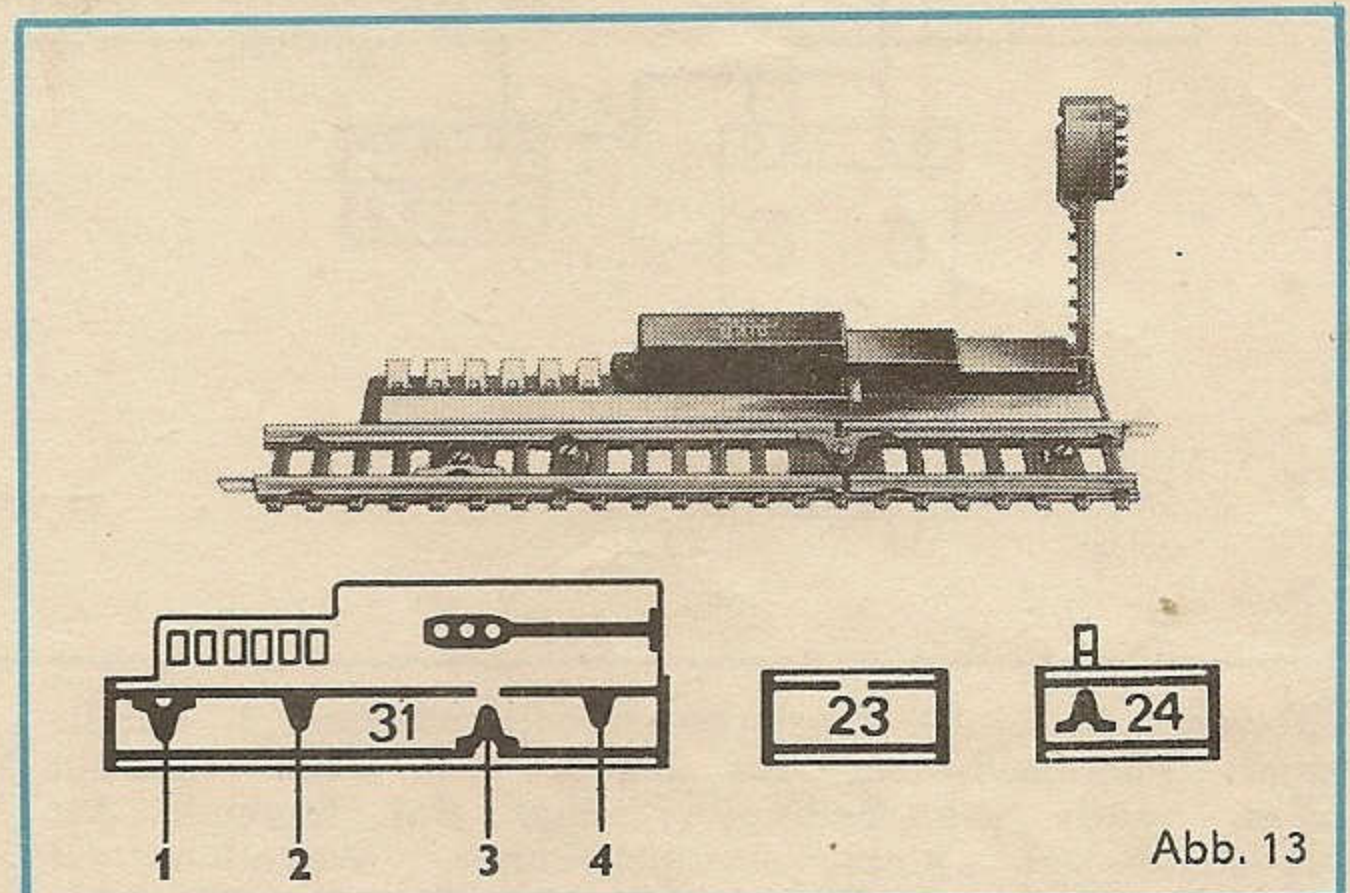

Abb. 13
Das PIKO-Blocksignal ist ein vereinfachtes Lichtsignal mit den Signalbegriffen „Halt“ (rot) und „Fahrt frei mit Geschwindigkeitsbegrenzung“ (grün-gelb). Durch Herausnehmen des gelben Glühlämpchens ist es möglich, den Signalbegriff „Fahrt frei“ (grün) — ohne Geschwindigkeitsbegrenzung — darzustellen. Das PIKO-Blocksignal besteht aus dem eigentlichen Lichtsignal, dem Doppelspulenantrieb und einem $\frac{1}{2}$ geraden Gleisstück. Mit dem PIKO-Blocksignal kann man einfach und unkompliziert eine Blockstrecke mit automatischen Zugbetrieb aufbauen und schließlich eine komplette Modelleisenbahnanlage automatisieren. Darüber hinaus kann man das PIKO-Blocksignal auch als einfaches Ein- und Ausfahrtsignal verwenden. Für die verschiedenen Einsatzmöglichkeiten des PIKO-Blocksignals liegen jeder Packung ein Trenngleis (23) und ein Schaltgleis (24) bei (Abb. 13). Um alle notwendigen Schaltfunktionen ausführen zu können, ist das Blocksignal mit einem Doppelspulenantrieb mit Endab-